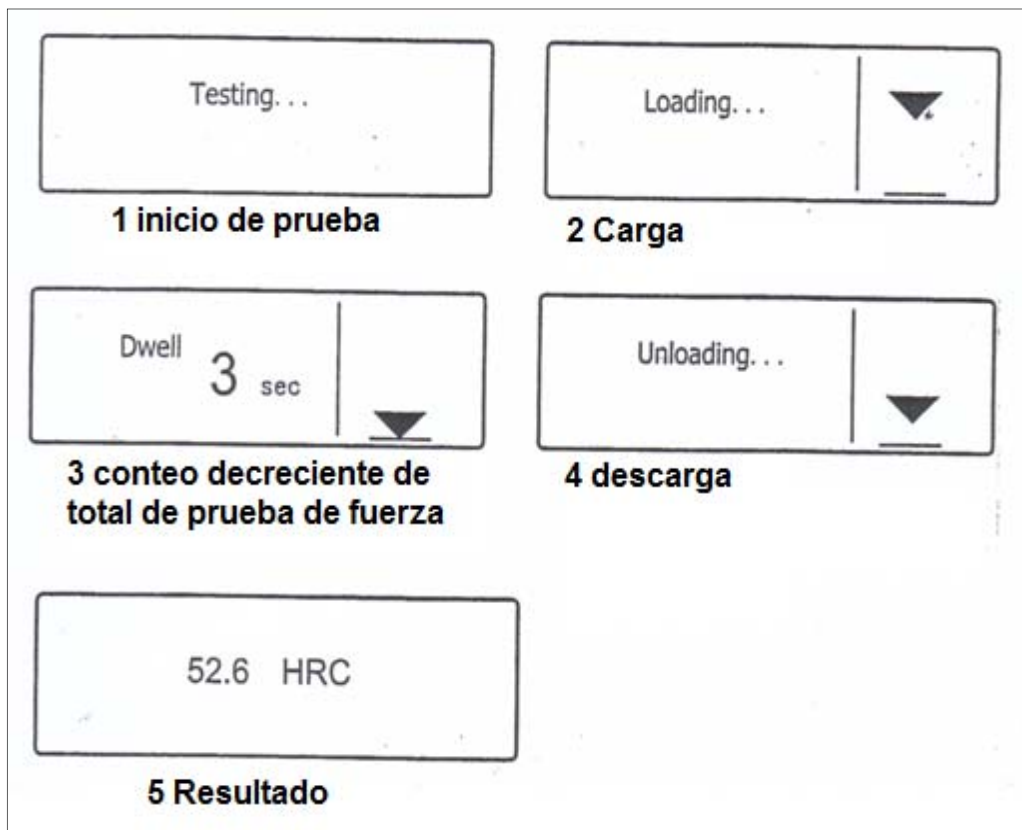

Figura 2. Orden de aparición de los procesos que se realizan automáticamente por el probador luego de realizar la pre-carga.
2.- Los siguientes procedimientos se llevaran a cabo automáticamente en turno: conteo decreciente de la carga adicional con el tiempo de carga, manteniendo el total de la prueba de fuerza, descargue inmediatamente una vez que el conteo decreciente haya terminado, y finalmente se mostrarán los resultados de la prueba (ver figura 2 para ver cómo se van mostrando en la pantalla estos pasos mencionados).